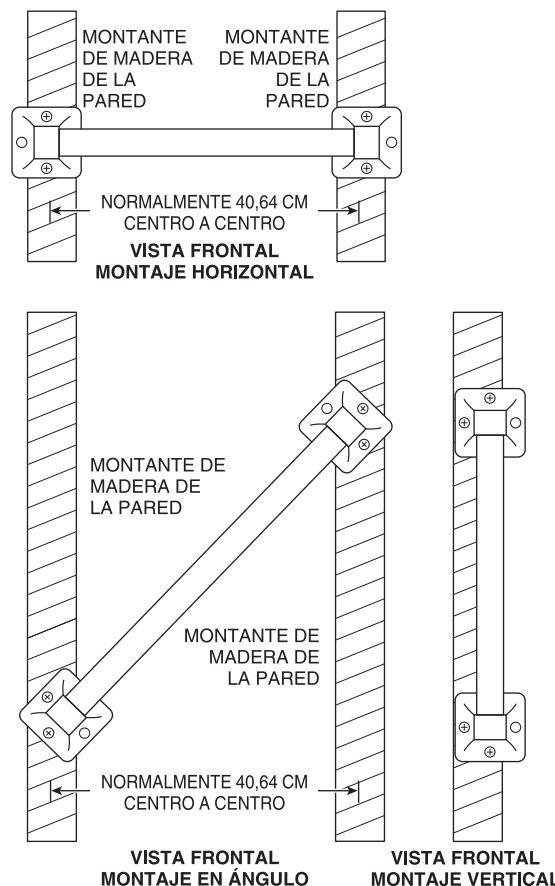

Figura 2
La barra residencial de apoyo podrá ser instalada verticalmente, horizontalmente o en ángulo, siempre y cuando por lo menos dos (2) de los tres (3) tornillos de montaje de ambos extremos de la barra residencial de apoyo queden sujetos a un montante de pared (vea la Figura 2). Ubique los montantes de pared detrás de la pared antes de iniciar la instalación (un detector de vigas puede conseguirse en una ferretería).